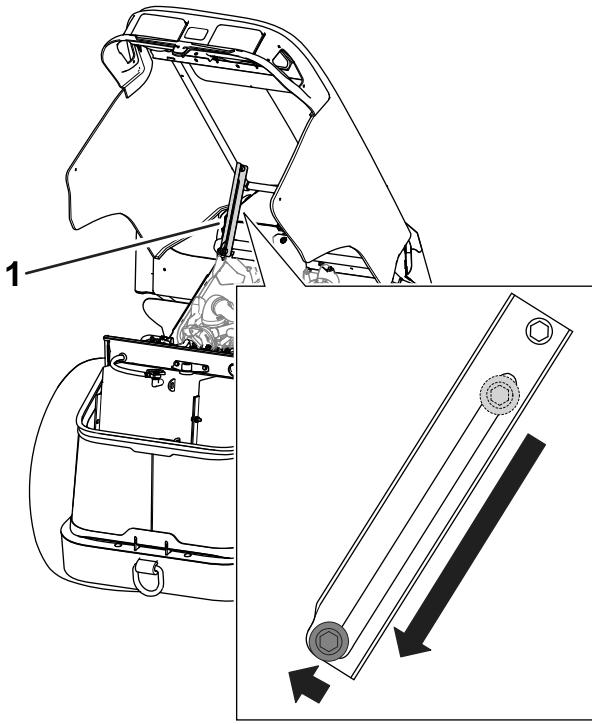

図 69
3. フードの支えボルトが支え穴に入ってフードを開けた状態で支えていることを確認する図 69。